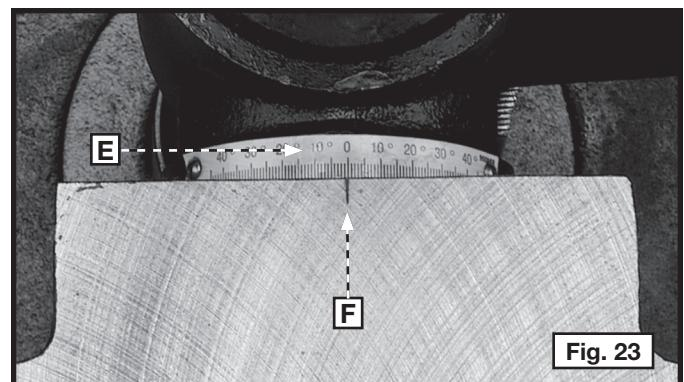

Fig. 23
- Una escala de inclinación (E) Fig. 23 en la pieza fundida de la abrazadera del banco indica el grado de inclinación. También se proporcionan una línea de guía y una línea marcando el cero (F) en el banco.